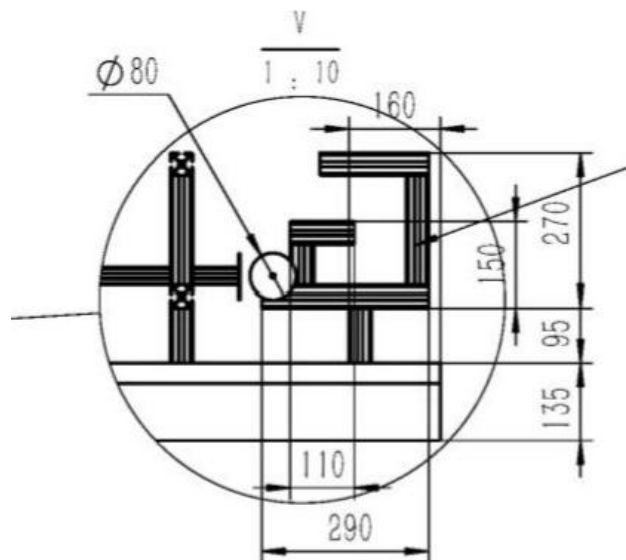

图 1 清除目标物体及所在支架
- （2）具有清障机构，能够顺利清除图 1 所示横杆目标物体，目标物体放置于图 1 所示支架上，放置位置高度 260 毫米；